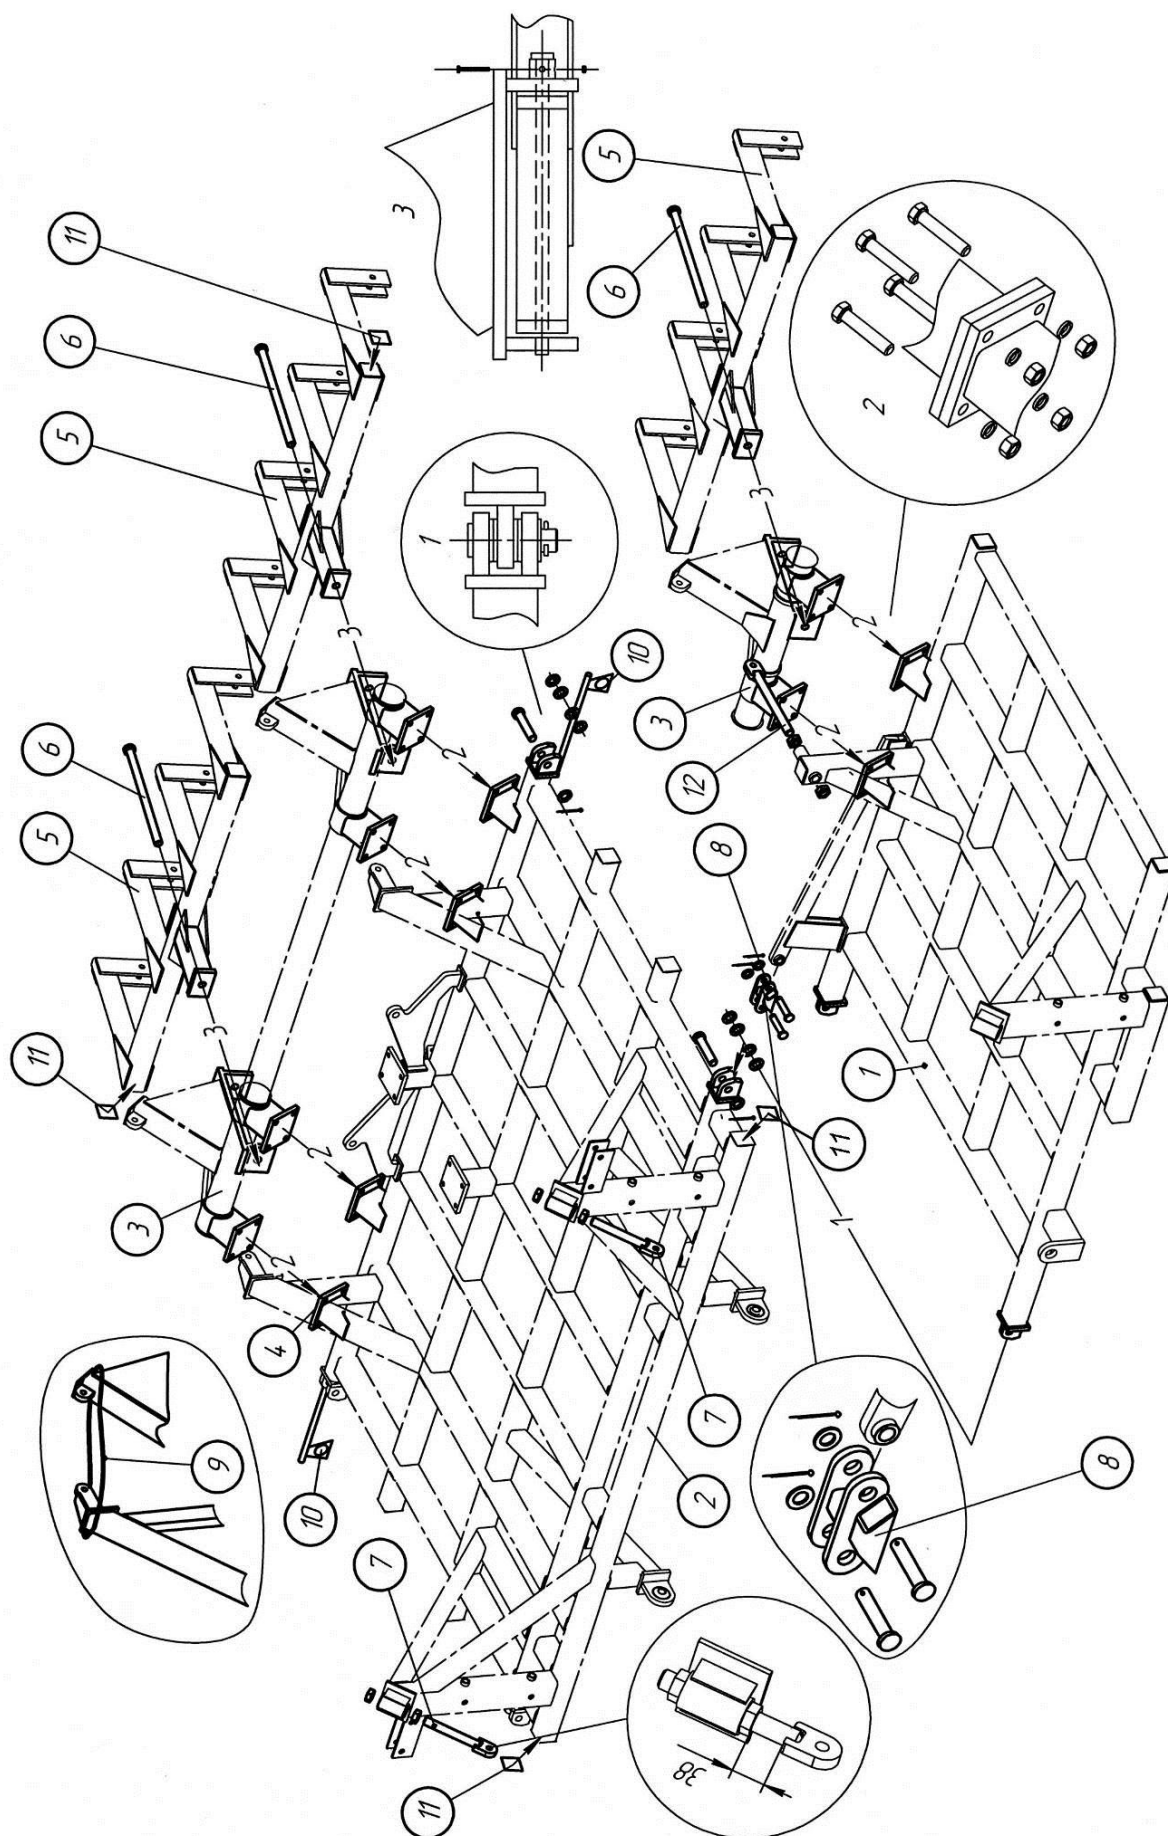

Рис. 4.1.1. Сборка рам, узлы качающихся валов и подвески прикатывающих колес ПК-8,5; ПК-9,7
**4.1.1.** Установите главную раму 2 на опоры высотой примерно 750 мм (см. рис. 4.1.1, 4.1.2, 4.1.3). Установите кронштейны со световозвращателями 10, задвиньте до упора и зафиксируйте стопорным болтом.
**4.1.2.** Соедините левую и правую боковые рамы ("крылья") 1 с главной рамой, установите пальцы диаметром 32 мм (4 шт.), шайбы (20 шт.) и шпильки 6 x 50 (4 шт.) Между проушинами рам (выноска 1) установите по две (три) шайбы с каждой стороны. На рис. 4.1.1, 4.1.2, 4.1.3 правое крыло не показано.
**4.1.4.** Совместив установочные пластины 4, закрепите узлы качающихся валов 3 на главной раме и крыльях болтами М20х65 пружинными шайбами и гайками М20 в соответствии с рис. 4.1.1, 4.1.2 и 4.1.3.
процессе сборки узлы качающихся валов можно зафиксировать в нужном положении с помощью цепей 9 (рис. 4.1.1-4.1.3).
**4.1.8.** Закрепите овальные кулисы 8 на кронштейнах рамы (рис. 4.1.1, 4.1.2) с помощью пальцев 32х110 и шплинтов. Кулисы должны быть установлены наваренными выступами внутрь рамы (при поднятых крыльях эти выступы должны лежать на вертикальных упорах главной рамы).